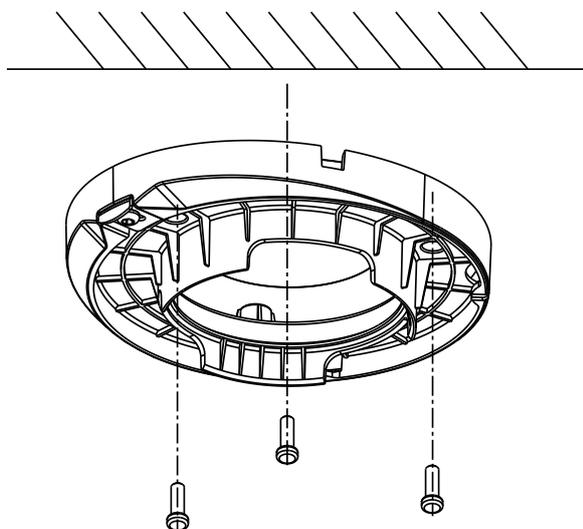

Рис. 4.4.1.1. Монтаж видеокамеры LTV-CDH-B9001L-V
4. Установите монтажное основание на поверхность и надежно зафиксируйте саморезами, как показано на рис.4.4.1.1.